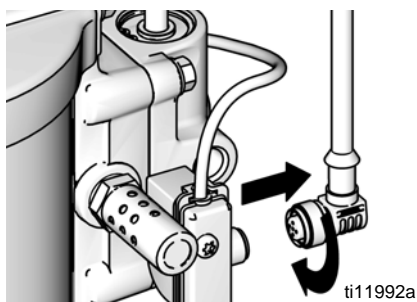

FIG. 9. Koppla ifrån DataTrak
1. Skruva loss kabeln från baksidan av tungreläenheten. Se FIG. 9.